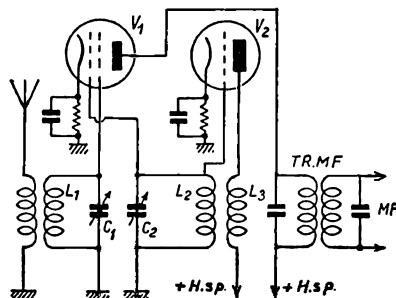

Fig. 93. Het klassieke schema van den frequentie-omvormer door een dubbelrooster-oscillator-menglamp.
W. — Overigens kan men deze schakeling tot stand brengen met behulp van een enkele dubbelroosterlamp, die gelijktijdig werkt als frequentie-omvormer en als oscillator (fig. 93). Je zult opmerken, dat de plaatstroom dan tevens dient om de terugkoppeling op te wekken, die noodzakelijk is voor het ontstaan en onderhouden van de trillingen in den oscillator.